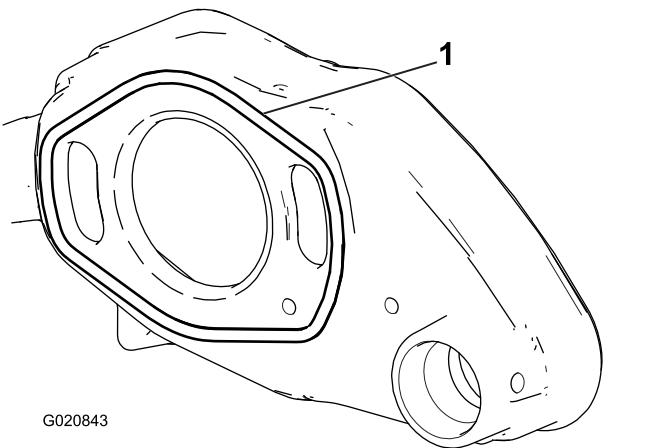

图7
6. 将 O形圈安装至疏草刀壳体的背面 (图6 和图7)，并使用合成润滑脂润滑 (随套件提供) 轻轻润滑 O形圈的裸露表面。